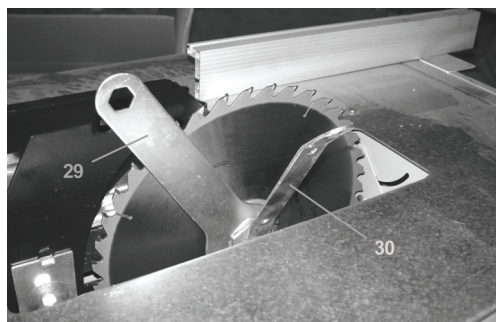

Fig. 26
- Usando gli attrezzi speciali 29 e 30 allentare la vite di fissaggio del disco di taglio (vedi fig. 26).